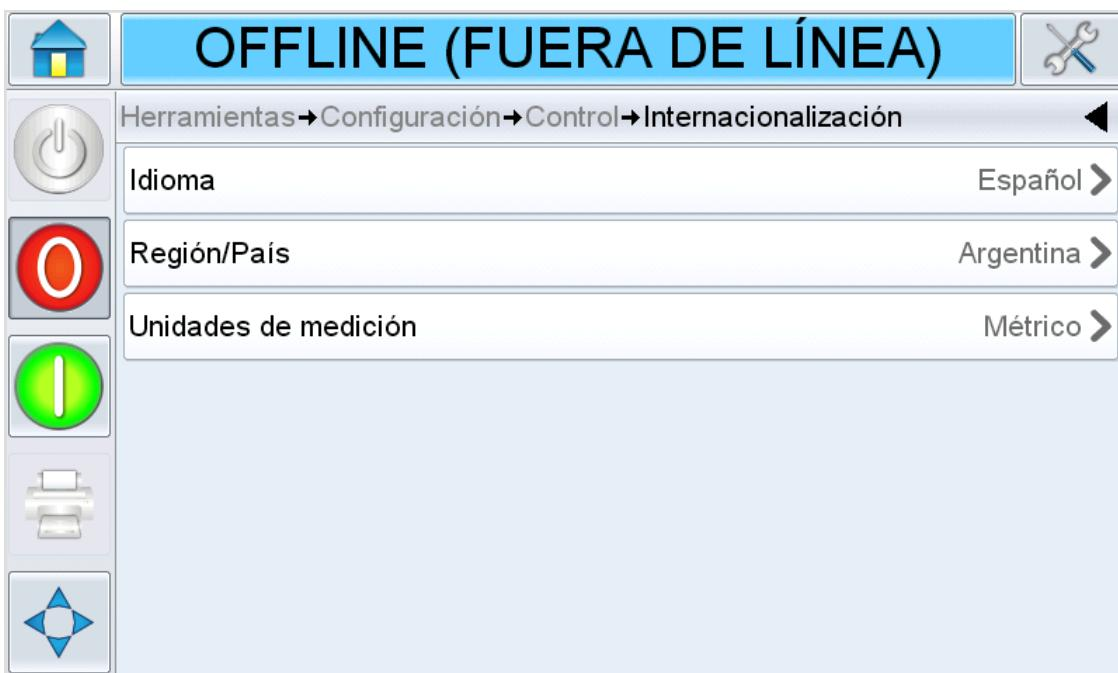

Figura 4-7: Idioma y región
1. Vaya a *Tools (Herramientas) > Setup (Configuración) > Control > Internationalisation (Internacionalización)*. Se muestra el idioma y la región actuales (consulte Figura 4-7).